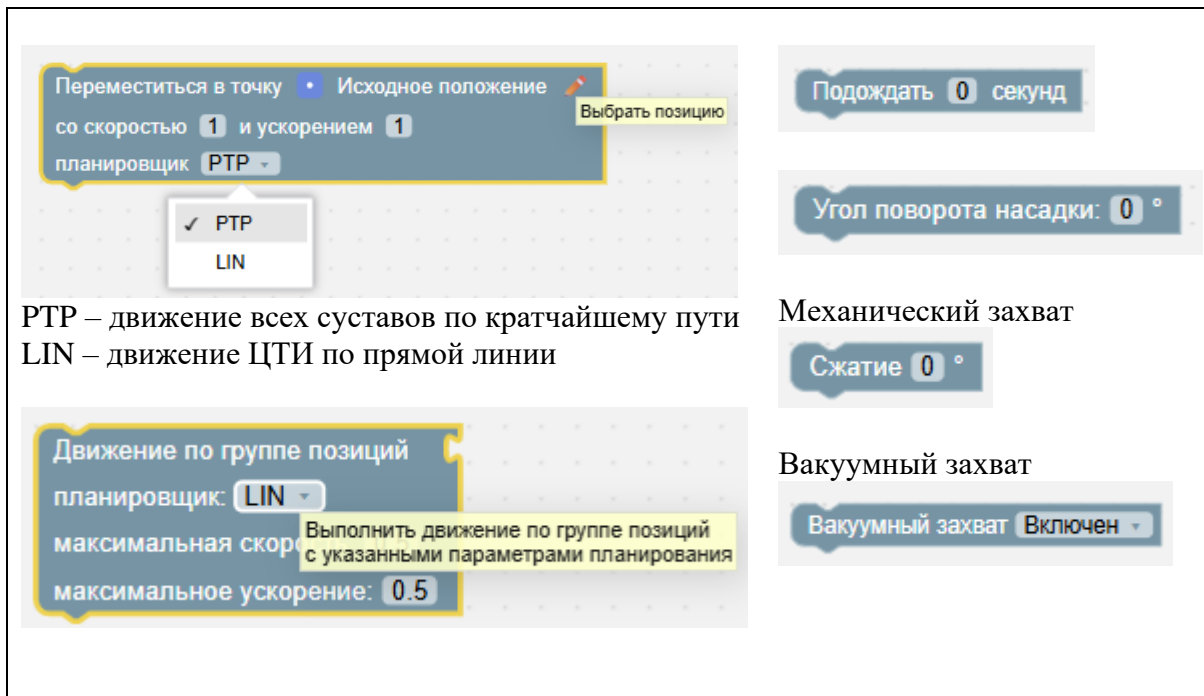

Рисунок 58 – Блоки «Движение»
8. «Движение» – команды перемещения и работы с насадками (см. Рисунок 58).